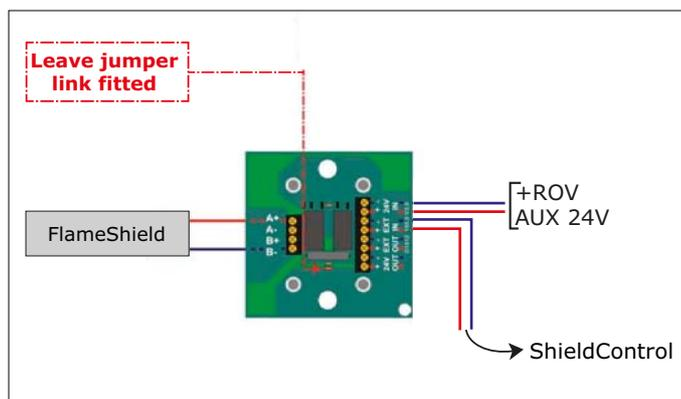
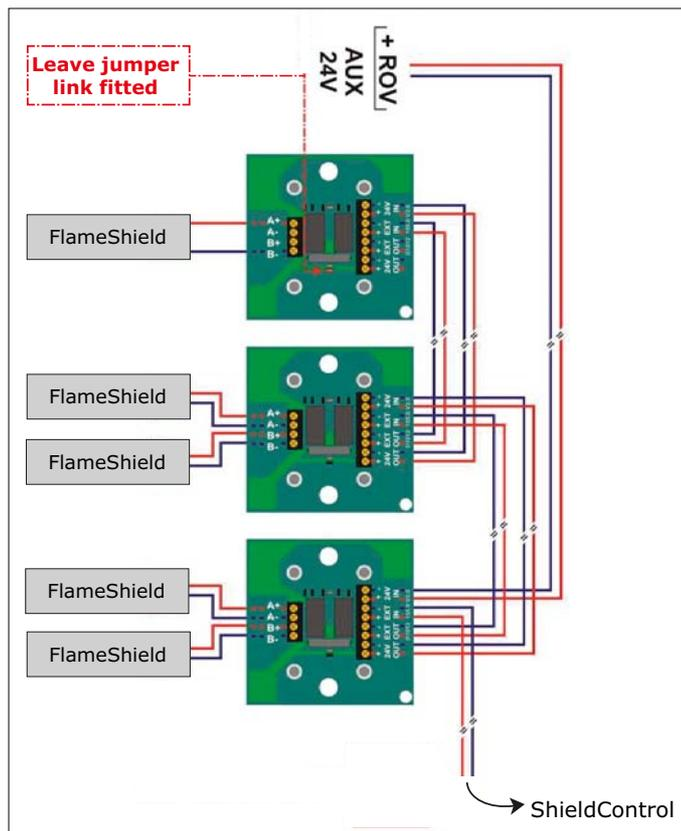

Fig. 5.1
Fig. 5.2
Fig. 5.1 et Fig. 5.2
- 1 module FlameShield : raccorder A+ et B- comme sur la Fig. 5.1
- modules FlameShield ou plus: raccorder A+ et A-; B+ et B- comme sur la Fig. 5.2
- Montez une diode EOL (A) sur la dernière activation séquentielle. Assurez la bonne position/direction de la diode (voir marquage).